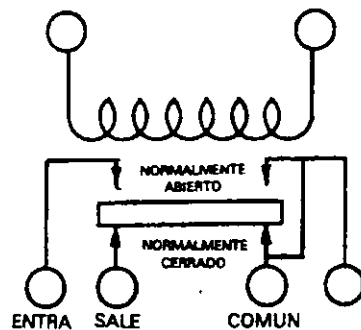

FIGURA R20-6 (Cortesía de Honeywell, Inc.)
2. **Un polo, doble tiro:** Este arreglo tiene dos conjuntos de contactos que controlan dos cargas con una fuente de poder común, pero cuando sólo una carga está conectada a la v (figura R20-6).